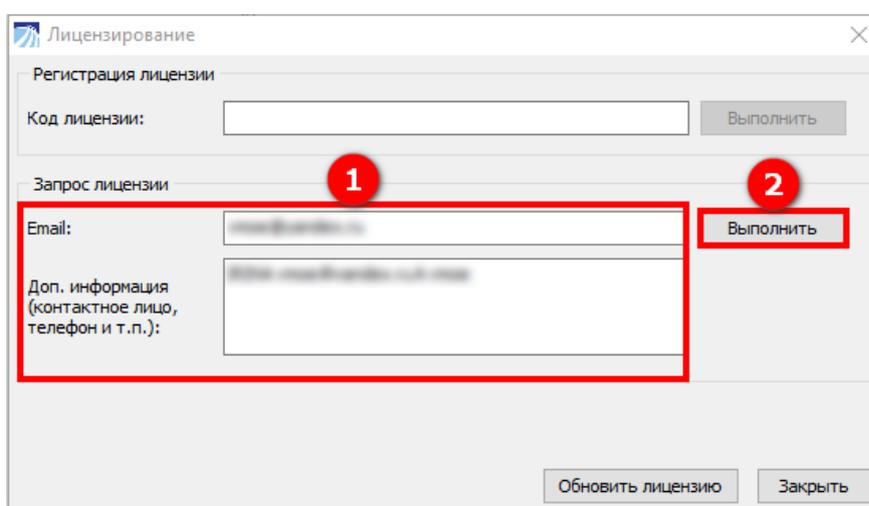

Рисунок 15 – Регистрация и активация программы
Для этого необходимо указать Email, дополнительную информацию (контактное лицо, наименование организации, контактный телефон ответственного лица и т. п.) (1) (см. рисунок 15) и нажать кнопку **Выполнить** (2). Далее необходимо подтвердить электронный адрес, перейдя по ссылке. Сообщение со ссылкой для подтверждения отправляется автоматически на указанный при регистрации почтовый ящик.